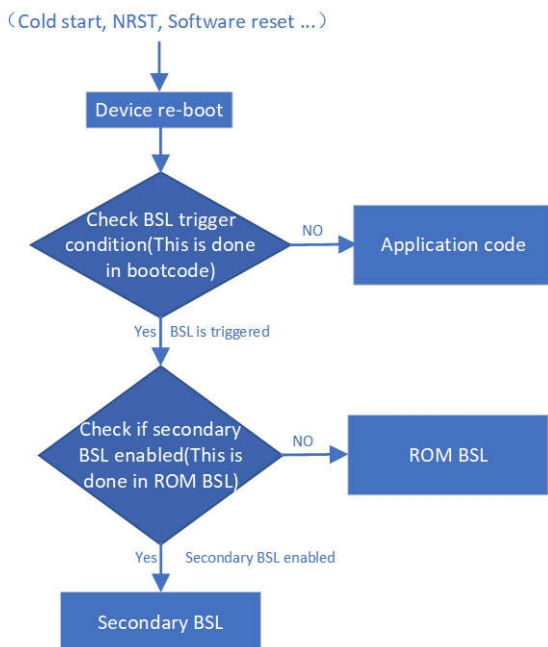

图 1-7. 辅助 BSL 执行流程
- 对于从 0x1000 开始的辅助 BSL，您可以将其放在闪存中除 0x0 之外的任何位置。因为应用程序代码必须从 0x0 地址开始。此演示重复使用了基于 ROM 的 BSL 的触发资源。（硬件、软件和空白器件检测）。图 1-7 展示了辅助 BSL 演示执行流程。